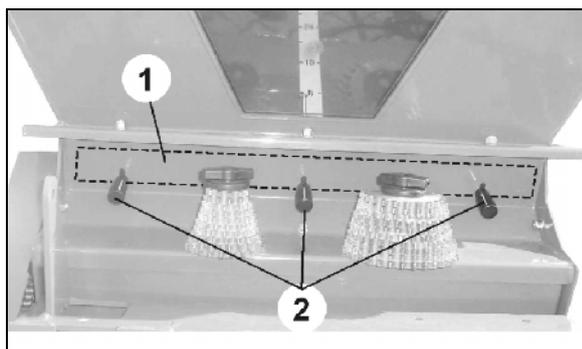

Fig. 35
- o la compuerta de descarga (Fig. 35/1) esté cerrada (posición inferior) y los tornillos (Fig. 35/2) estén apretados.